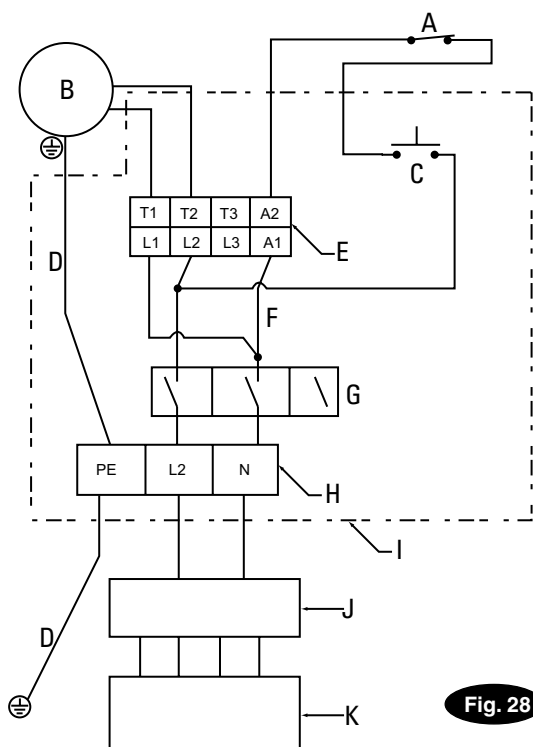
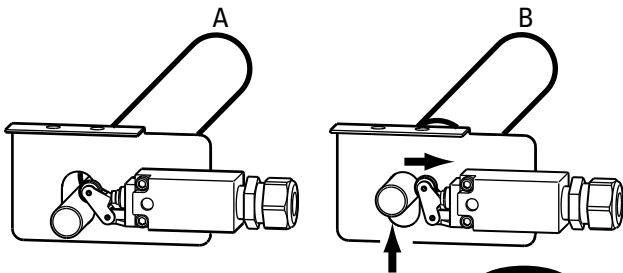

Fig. 28
Fig. 29
19. Parte elettrica: far eseguire il collegamento elettrico al motore da un elettricista qualificato, fig. 28, 28a o 28b. Utilizzare una sezione di cavo conforme all'intensità di corrente indicata. Vedere la tabella delle caratteristiche di funzionamento del motore, vedi fig. 28, 28a, 28b. Usare un circuito separato per ogni gruppo generatore. Proteggere ogni circuito con un interruttore automatico come previsto dalle norme elettriche locali. Installare un sezionatore separato tra l'alimentazione di energia elettrica e il gruppo generatore (contrassegnare „OFF” con „0” e „ON” con „1”). Il cablaggio DEVE essere conforme alle prescrizioni locali in materia di elettricità.
20. Interruttore della traversa superiore: Controllare il gruppo dell'interruttore della traversa superiore per assicurarsi che la barra interruttore attivi l'interruttore, se alzata. L'interruttore è cablato „normalmente chiuso” ed arresta il motore quando commuta, vedere fig. 28, 28a, oppure 28b e fig. 29.
Dettaglio modello F fig. 28
Dettaglio fig. 29